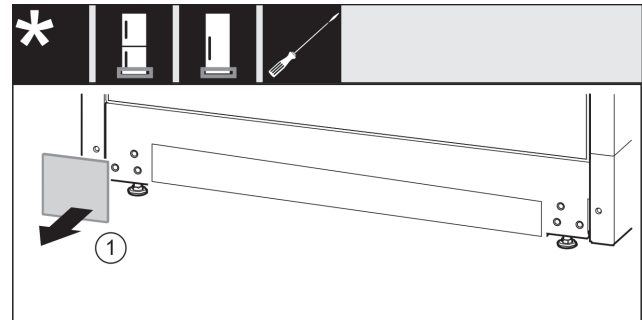

Fig. 33
- Retirer le cache. Fig. 33 (1)